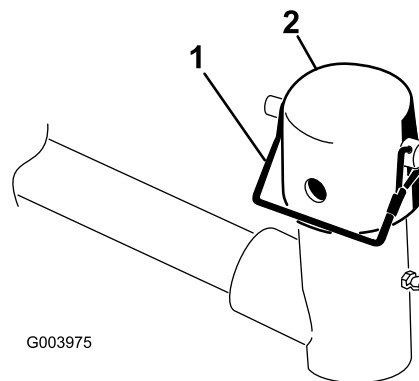

Figura 6
6. Retire el pasador de seguridad y el tapón de la horquilla de pivote del brazo de elevación (Figura 6).
10. Sujete el tapón y el eje del bastidor de tiro a la horquilla del brazo de elevación con el pasador de alambre (Figura 6).